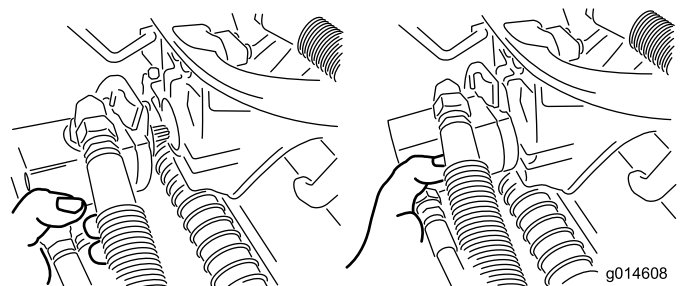

図 49
3. 外したモータは、サスペンションアームの前部にある一時保管位置にセットしておく(図 49)。